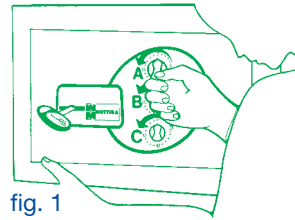

fig. 1
Situar los pomos externos A, B y C en la posición cero, girándolos en sentido contrario al de las manecillas del reloj, tal como se ilustra en fig. 1.
- Situar los pomos A, B y C en posición cero, haciéndolos girar en sentido contrario al de las manecillas del reloj, tal como se ilustra en fig. 1.
- Situar los tres pomos A, B y C en la posición cero, haciéndolos girar en sentido contrario al de las manecillas del reloj, tal como se ilustra en fig. 1.
- Girar el perno de cambio combinación en sentido contrario al de las manecillas del reloj, de la posición E a la posición F, tal como se ilustra en fig. 2, y situar nuevamente los pomos externos A, B y C en posición cero, de la manera indicada en fig. 1.